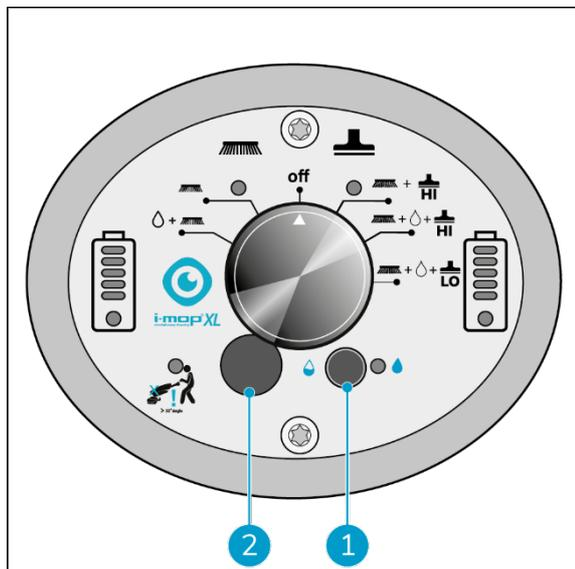

Abbildung 24
1. Schalten Sie den ECO-Modus ein, indem Sie die ECO-Taste drücken, nachdem Sie Ihren Reinigungsmodus ausgewählt haben (Abbildung 24, Pos. 1).
3. Um den Wasserdurchfluss bei aktiviertem ECO-Modus einzustellen, können Sie die Gummikappe abnehmen (Abbildung 24, Pos. 2) abnehmen und mit einem kleinen Schlitzschraubendreher die Durchflussmenge an der Skala unter der Kappe ändern. Siehe Tabelle der Durchflussmenge unten.